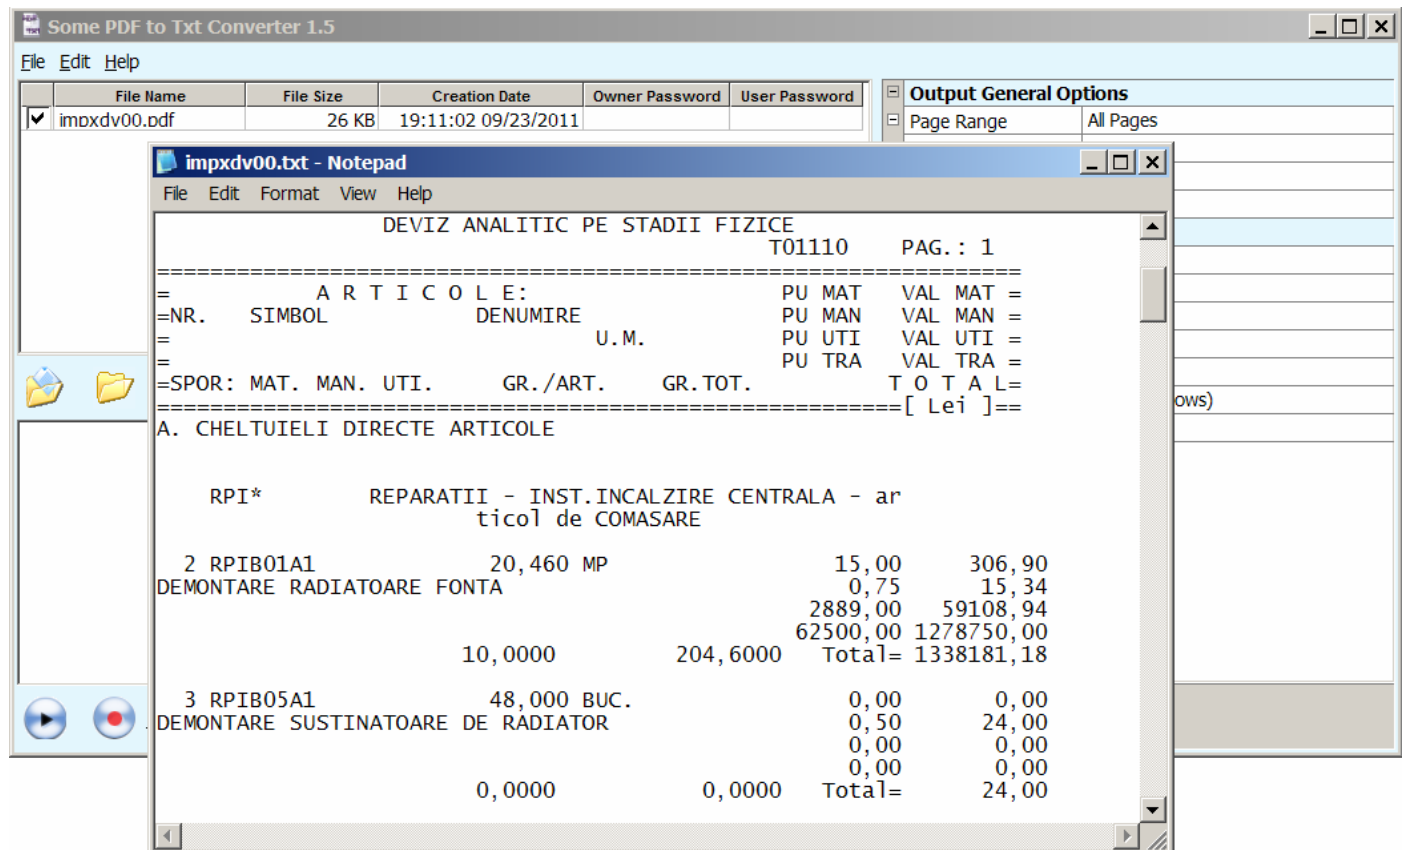

Figura 5.10 - Fisier in format text obtinut in urma conversiei din formatul PDF.
- c) In final, obtinem un fisier in format text, cu aceeasi denumire cu a PDF-ului, dar cu extensia „.txt”, care este deschis automat in Notepad ca in figura 5.10